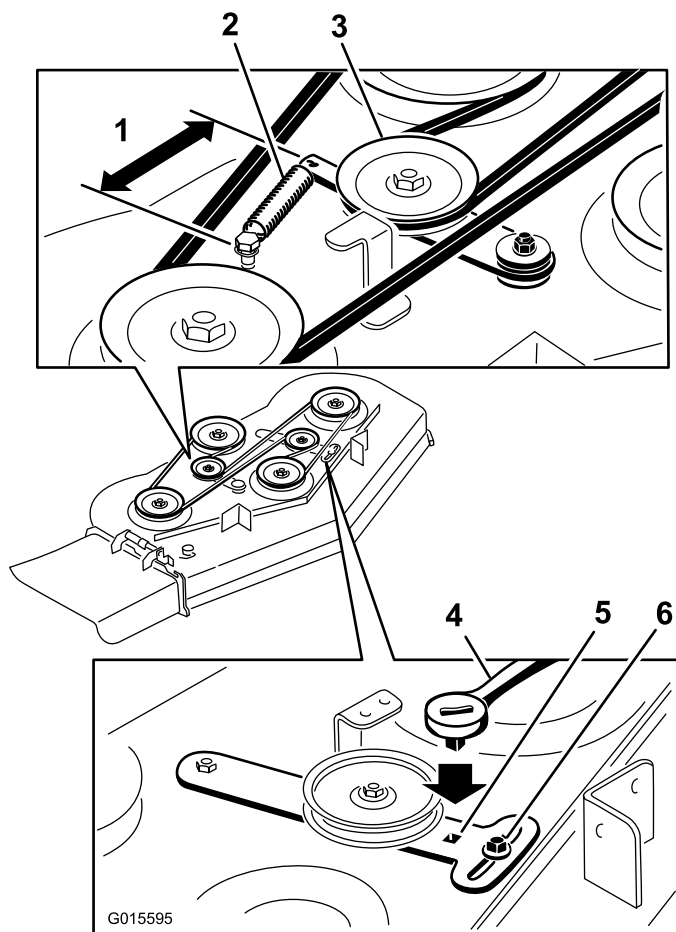
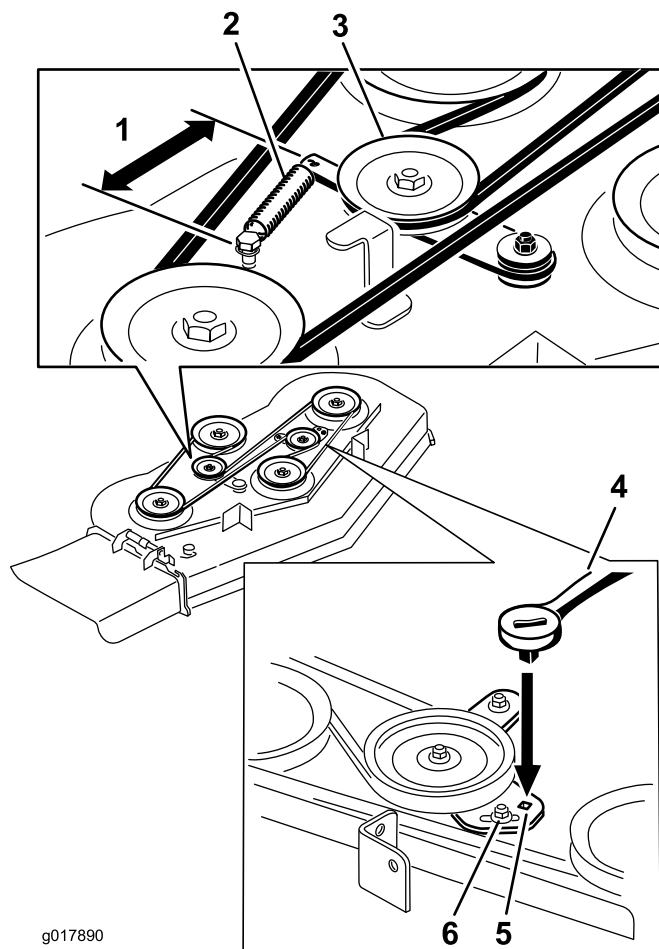

Figure 68
Figure 69
5. Enlevez la courroie usée du tablier de coupe (Figure 68 et Figure 69).
6. Montez la nouvelle courroie autour des poulies du tablier de coupe et de la poulie d'embrayage (Figure 68 et Figure 69).
7. Au moyen d'un rochet dans le bras de renvoi, serrez la poulie de tension jusqu'à ce que le ressort soit tendu à 165 mm (6,5") entre les crochets (Figure 68 et Figure 69).